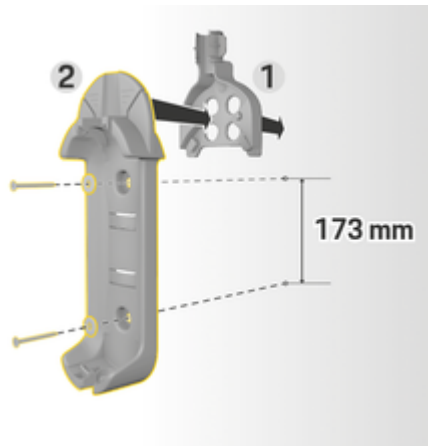

Abb. 3: Bohrmaße
3. Wandhalterung Basis 2 (Abb. 3) von vorne in die Kabelführung 1 (Abb. 3) eindrücken.